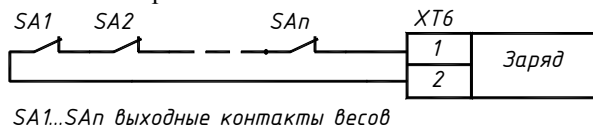

Рис.2.5 Подключение устройств контроля целостности заряда
5) Шлейф контроля целостности заряда, подключаемый к входу ХТ6 «Заряд», позволяет проконтролировать целостность баллонов с огнетушащим составом косвенным способом. В случае утечки выходные контакты должны размыкаться. Выходные контакты двух и более устройств контроля соединяются последовательно согласно рис.2.5.